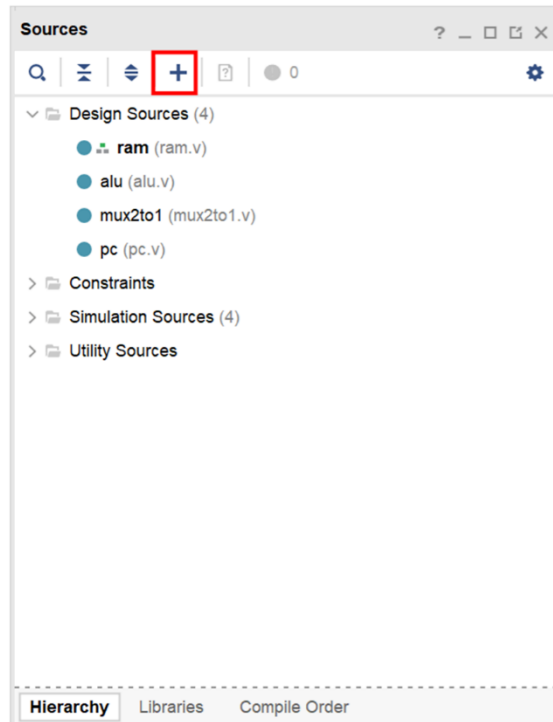
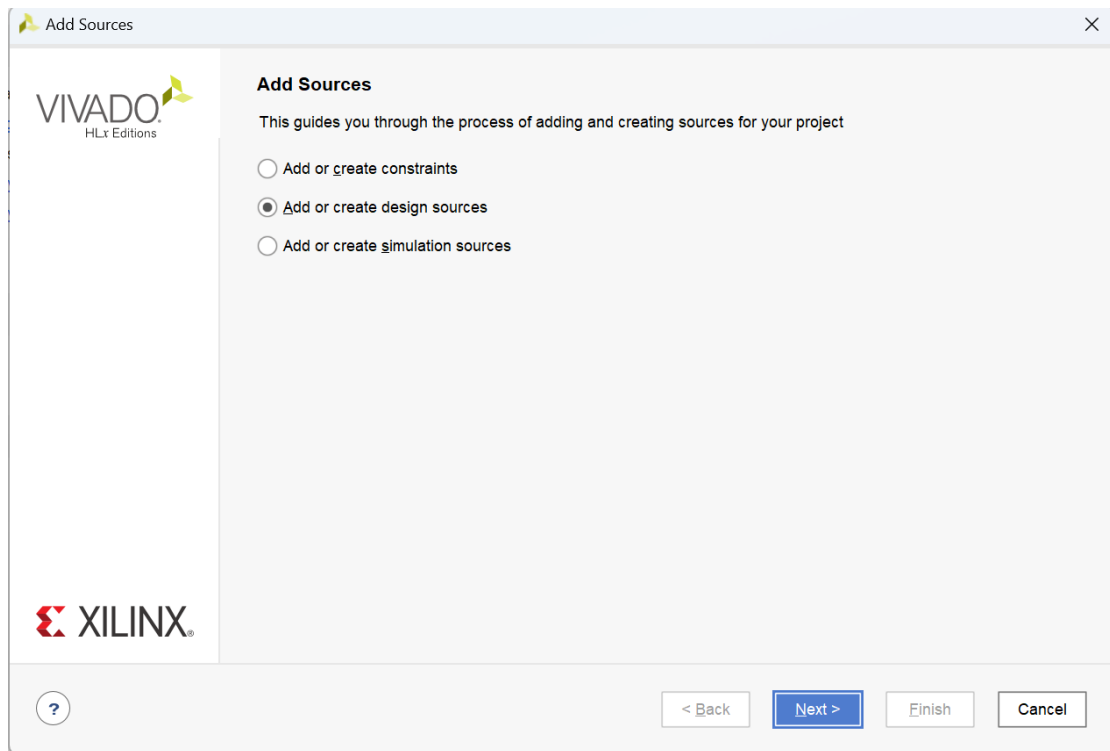

图 3.4.11 创建 register 文件
图 3.4.12 Add or create design sources
(1) 建立 Verilog 寄存器源文件。点击“+”号 (图 3.4.11)，选择“Add or create design sources” (图 3.4.12)。